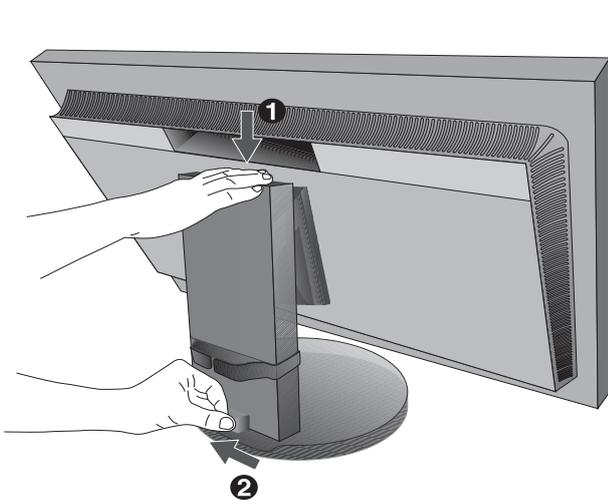

Figura B.1
3. La regolazione dell'altezza è bloccata tramite un interruttore di blocco. Appoggiare una mano sulla parte superiore del supporto e spingere lo schermo fino alla posizione più in basso. Far scorrere l'interruttore di blocco per sbloccare il supporto (**Figura B.1**).